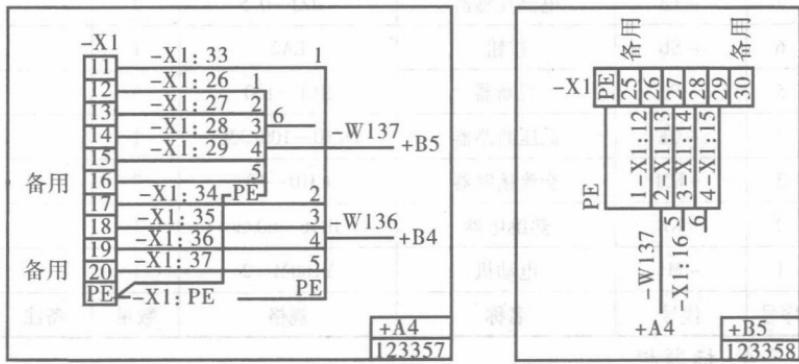

图 1-6 端子接线图举例
(4) 端子接线图：端子接线图表示单元和设备的端子及其与外部导线的连接关系，如图 1-6 所示。
(5) 电缆配置图：电缆配置图是用来提供二次电缆两端位置的一种接线图，也可用来提供电缆功能、特性和路径等相关信息。